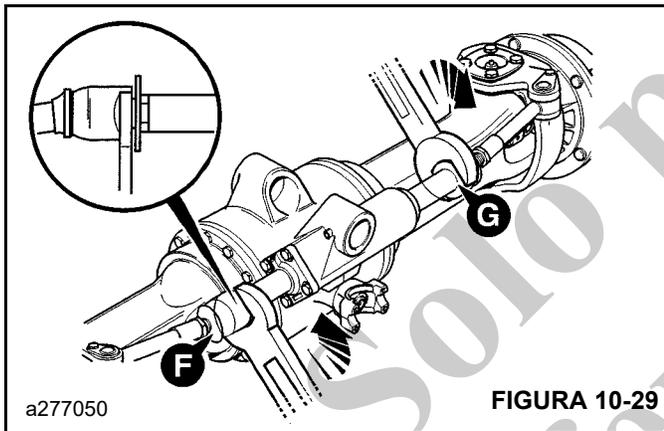

FIGURA 10-29
- a. Con dos llaves de tuercas adecuadas puestas en las caras planas (**F** y **G**, Figura 10-29), gire en sentido contrario entre sí hasta que una rótula se desenrosque.